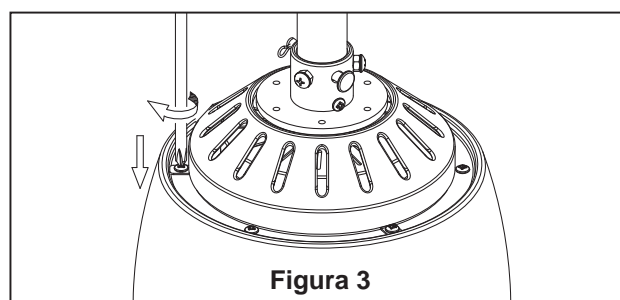

Figura 3
- 3.** Vuelva a instalar la carcasa superior en la unidad del motor utilizando los tres tornillos anteriormente extraídos. (Figura 3)